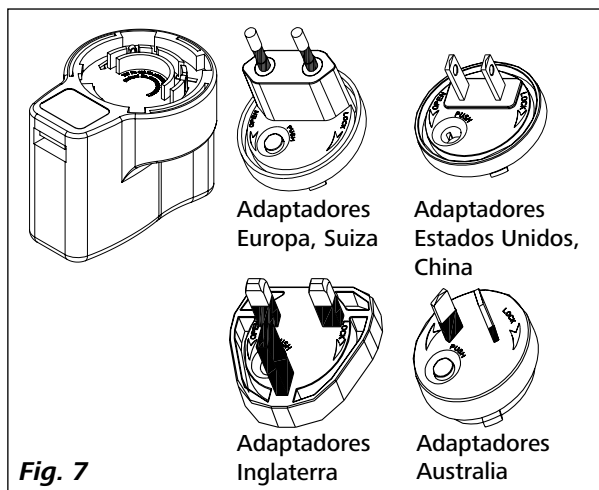

Fig. 7
- Fuente de alimentación **OS 1.0** (para **WiCo**) véase **Fig. 7**